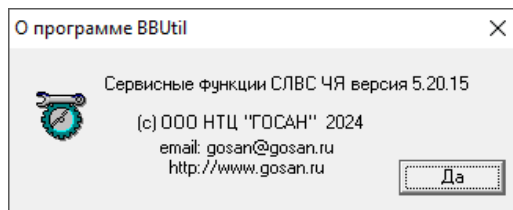

Рисунок 2.10
5. ВВUtil версии не ранее 5.20.15. ВВUtil → «Помощь» → «О программе...» рис. 2.10